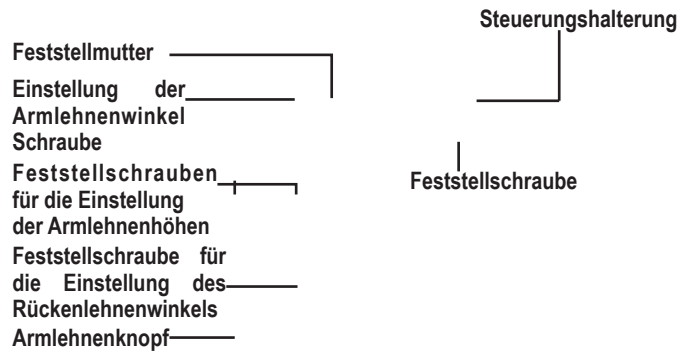

Bild 12. Einstellung der Rücken/Armlehnen
1. Entfernen Sie die Einstellschrauben von allen Sitzangeln. **Siehe Bild 12.**
1. Finden Sie die beiden Knöpfe an den Seiten der Halterung des Armlehnengriffstücks. **Siehe Bild 12.**
1. Heben Sie die Armlehne so, dass Sie senkrecht aufsteht. **Siehe Bild 12.**
1. Lockern Sie die beiden Feststellschrauben, die sich auf dem Griffstück der Armlehnen befinden. **Siehe Bild 12.**
2. Lockern Sie die Feststellschraube an der Steuerungshalterung. **Siehe Bild 12.**
11. Befestigen Sie den Kabelbaum der Steuerung an der Armlehne mit Kabelbindern. **Siehe Bild 12.**